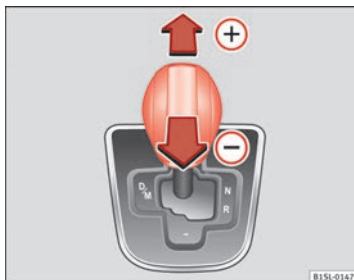

Fig. 91 Alavanca na posição Tiptronic.
- Pressione a alavanca para a frente ou para trás para engrenar uma mudança mais alta ou mais baixa ⇒ Fig. 91.